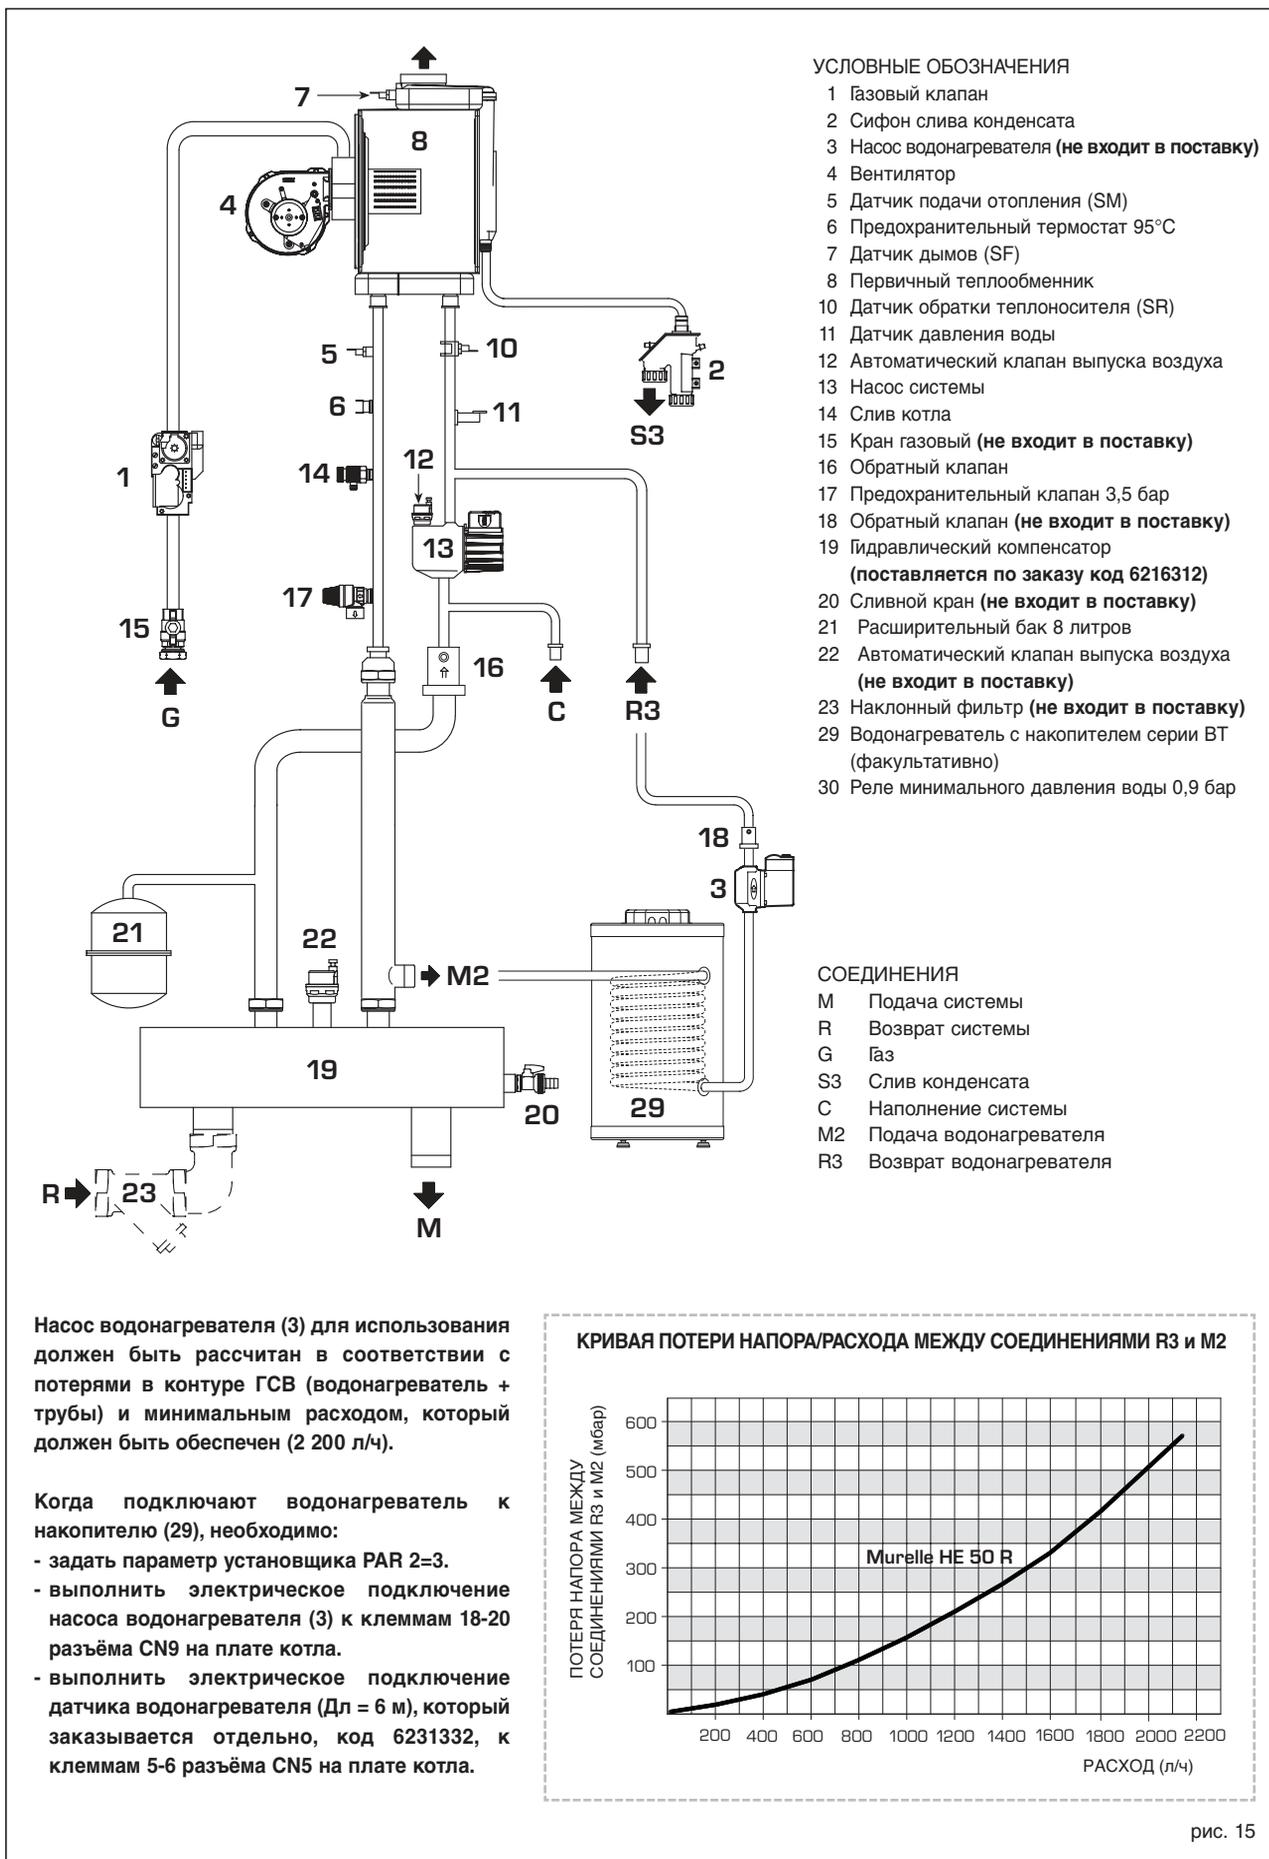

рис. 15
3.9 “MURELLE HE 50 R (M)” С НАБОРОМ код 8101548 - 6216312 И ВОДОНАГРЕВАТЕЛЬ СЕРИИ “BT” ФАКУЛЬТАТИВНО (рис. 15)